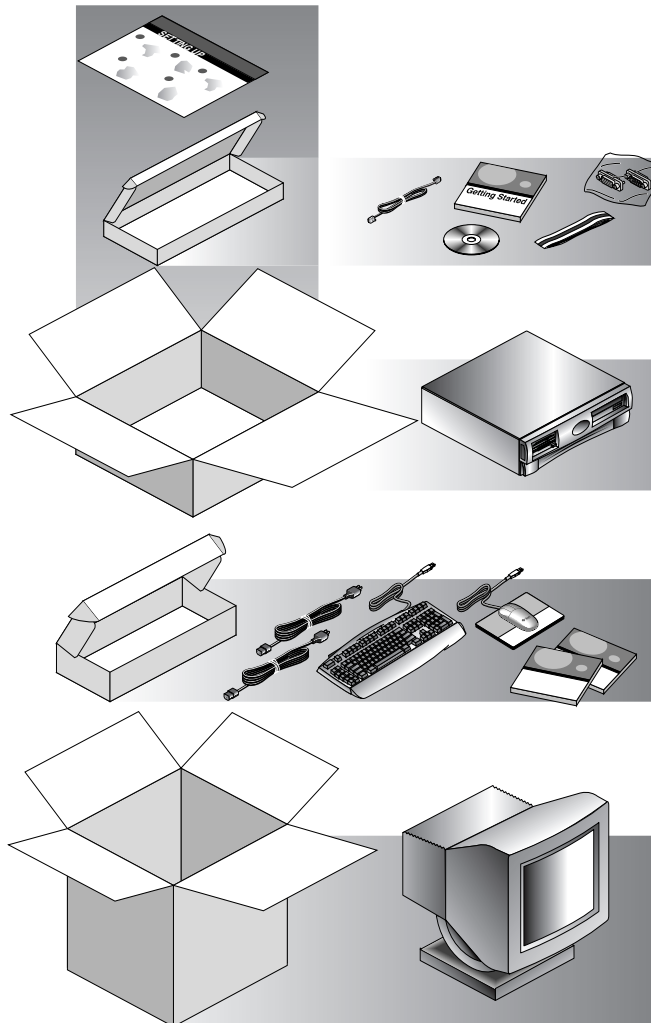

FIGURA 1-2 Desempaquetado de la estación de trabajo
- FIGURA 1-2 Desempaquetado de la estación de trabajo 3